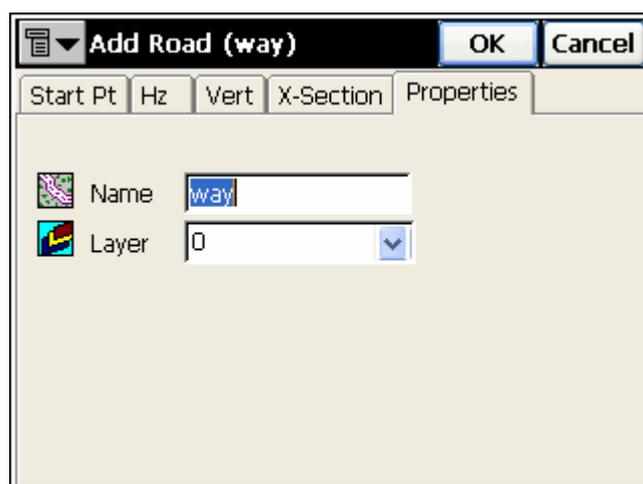

Рисунок 4-41. Свойства трассы
8. Выбрав вкладку **Properties (Свойства)**, Вы при необходимости можете изменить имя трассы и слой, к которому она будет принадлежать (рис. 4-41).